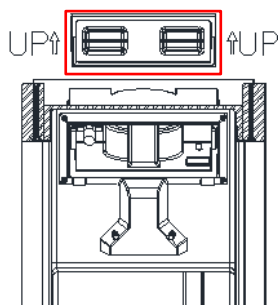

Fig. 1
2. Ouvrez la porte de l'appareil et utilisez les deux pouces pour ouvrir la fenêtre transparente et faites-la glisser vers le haut (Fig. 1).